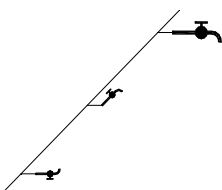

图 2-107 修改附件
调用修改附件命令，可以修改图中的给排水附件的属性。如图 2-107 所示为修改附件命令的操作结果。修改附件命令的执行方式有：
下面以图 2-107 所示的修改附件结果为例，介绍调用修改附件命令的方法。
**04** 重复调用 XGFJ 命令，勾选“修改角度”选项，在文本框中设置参数为 45；勾选“修改镜像”选项，选择下面的“上下翻转”选项，单击“确定”按钮，完成修改附件操作的结果如图 2-107 所示。